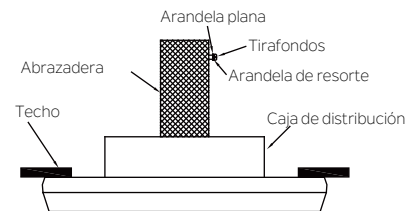

Fig. 10
Paso 1. Inserte un tirafondo y arandelas en el costado de la abrazadera que sostiene la caja de distribución eléctrica. Deje un espacio de 3 mm (1/8") entre la abrazadera de soporte y la arandela. (Fig. 10)